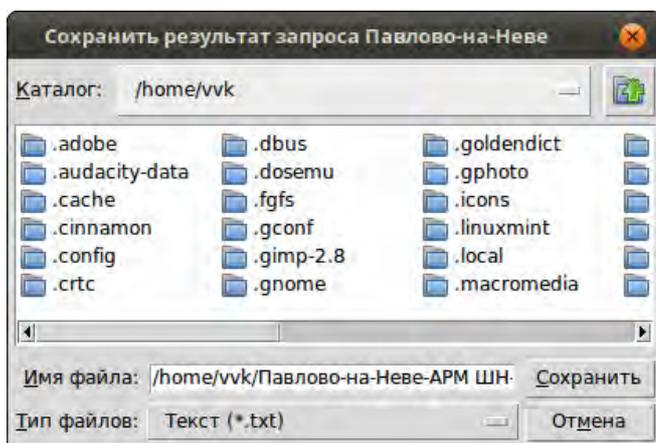

Рисунок 20. Сохранение протокола.
7.3.4. Нажать кнопку «Сохранить в файл», в отображаемом окне выбрать путь и задать имя файла (Рисунок 20).